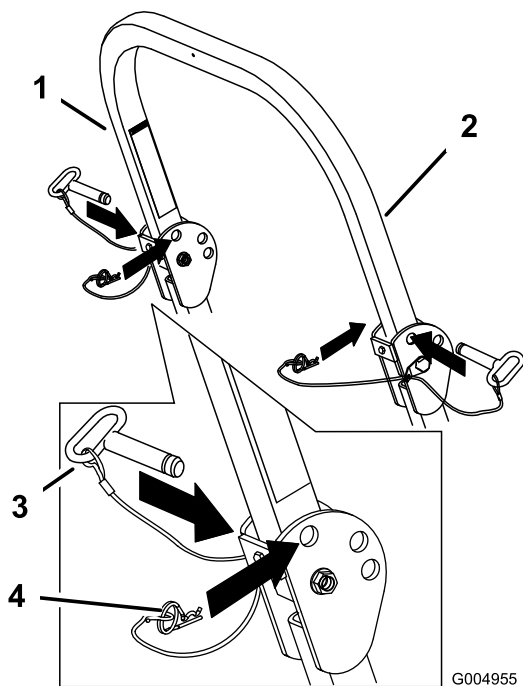

Figura 9
1. Togliete le spine delle coppie e le 2 spine (Figura 9).
3. Montate le 2 spine e fissatele con le coppie (Figura 9).
1. Togliete le spine delle coppiglie e le 2 spine (Figura 9).
2. Alzate completamente il roll bar, montate le 2 spine, quindi fissatele con le coppiglie (Figura 9).